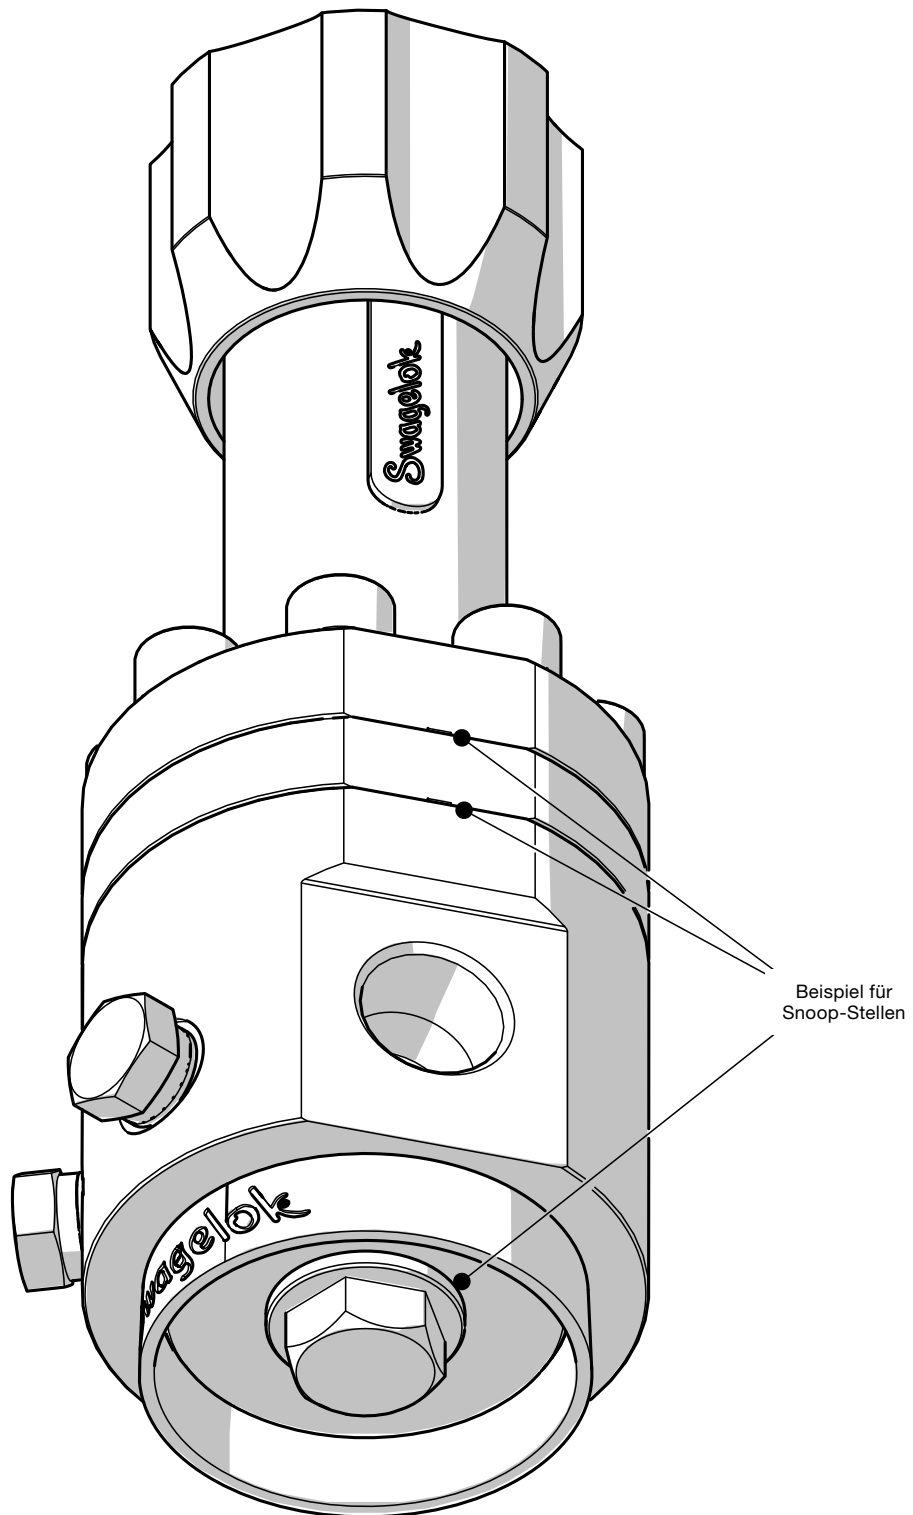

Abbildung 20
4. Prüfen Sie mit einem Flüssigkeitslecksuchgerät, ob sich an der Schnittstelle zwischen Federgehäuse und Dom sowie zwischen Körperstopfen und Gehäuse Blasen bilden (siehe Abbildung 20).